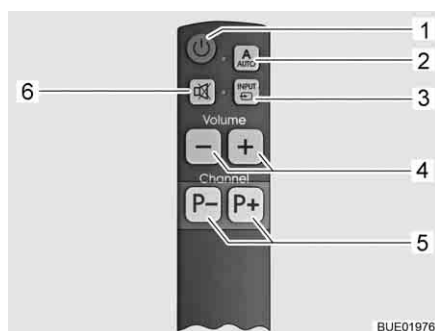

Bild 27 Enkel fjärrstyrning (tillval)
- Tryck in knappen AUTO (Bild 26,2 eller Bild 27,2) i 1 sekund. På så sätt slås TV-apparaten och styrenheten på.
- Tryck in programvalknapparna (Bild 26,4 eller Bild 27,5) tills önskat TV-program valts.
- Tryck in knappen INPUT (Bild 26,3 eller Bild 27,3) tills önskad signalkälla valts.
- För att gå tillbaka till satellitkanalvisningen, tryck in knappen INPUT (Bild 26,3 eller Bild 27,3) tills signalkällan DVB-S2 valts.
- Tryck in knappen AUTO (Bild 26,2 eller Bild 27,2).
- Tryck in knappen TV-apparat på/av (Bild 26,1 eller Bild 27,1). Styrenheten slås inte på, antennen stannar kvar i parkeringsläge.
- Tryck in INPUT knappen (Bild 26,3 eller Bild 27,3) tills önskad signalkälla (t. ex DVD) valts.
- För att slå av TV-apparaten, tryck in knappen TV-apparat på/av (Bild 26,1 eller Bild 27,1).